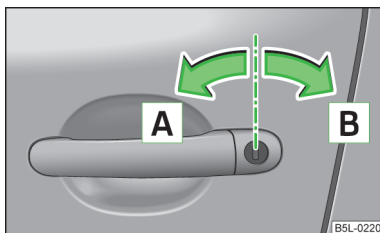

Fig. 13
- Ruotare la chiave nel cilindro della porta lato conducente nella direzione di marcia (posizione di sbloccaggio) **A** » fig. 13.
- Ruotare la chiave nel cilindro della porta lato conducente nella direzione opposta a quella di marcia (posizione di bloccaggio) **B** » fig. 13 a pagina 31.